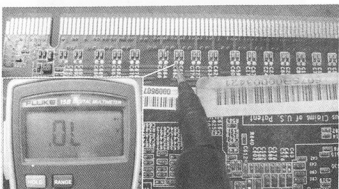

图 5-16 无值断路的测量
(3) 测量到有一个点的值为无穷大, 表示此点到核心部分有断路, 如图 5-16 所示。